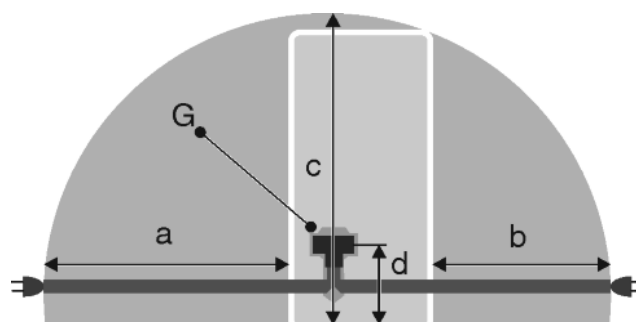

Fig. 21
- La prise de courant est en dehors de la zone postérieure de l'appareil dans la zone concernée. *Fig. 21 (a, b, c)*
- ▶ Introduire la la fiche de l'appareil *Fig. 21 (G)* au dos de l'appareil. Veiller à ce qu'elle s'introduise correctement.